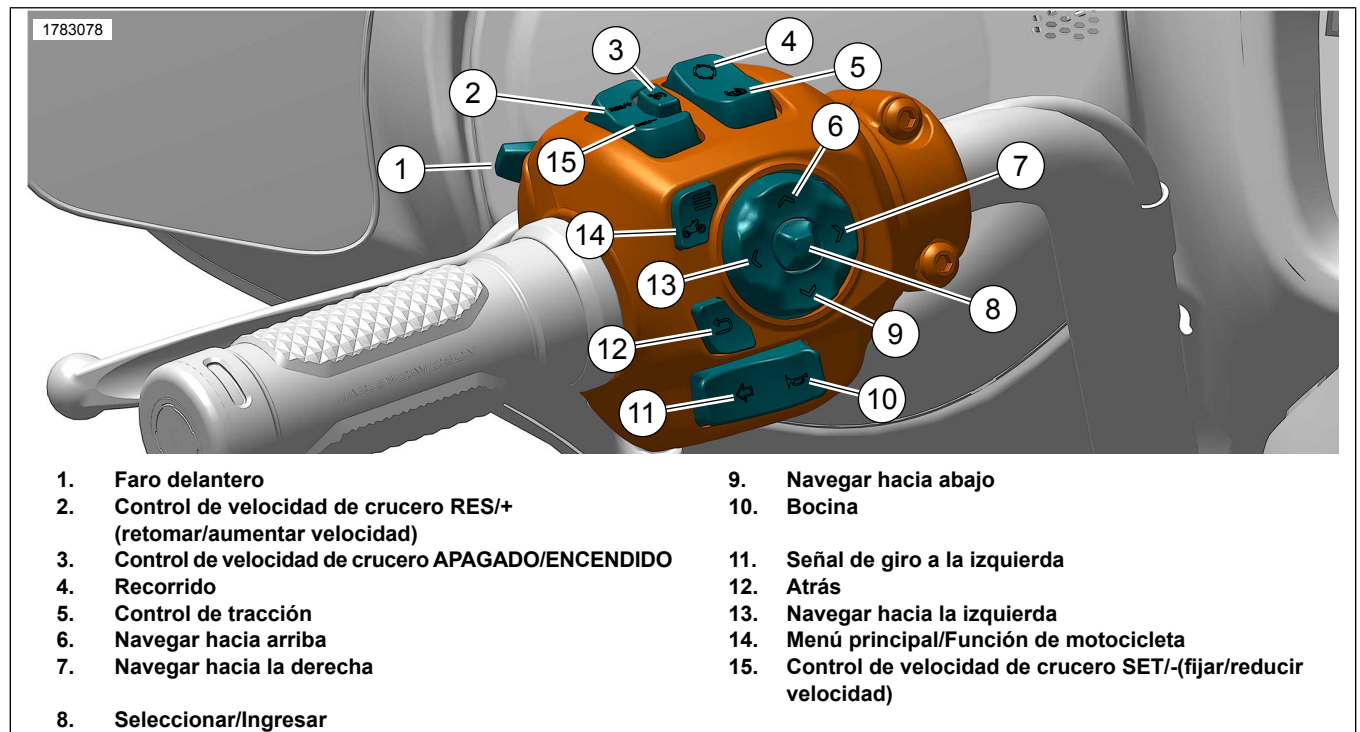

Figura 2. Módulo del control manual del lado izquierdo (LHCM)
1. Consulte la Figura 2. Modelos con un Unidad de control de infoentretenimiento (IFCU)
- f. Abra las funciones del vehículo (14) desde Módulo de control del manillar izquierdo (LHCM).